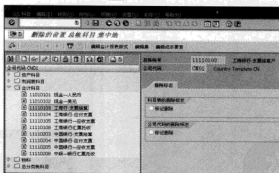

图 5-15 删除会计科目
STEP 1 从 SAP 系统初始菜单中选择“会计→财务会计→总分类账→主记录→单个处理→集中地”选项,也可以在初始菜单中直接输入该操作的事务码 FS00。在左栏中选择需要做标记删除的会计科目,然后单击删除按钮“”,如图 5-15 所示。